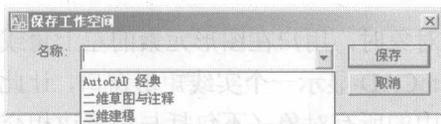

图 1-12 【保存工作空间】对话框
4. 打开【工作空间】工具栏中的下拉列表，选择【将当前工作空间另存为】选项，弹出【保存工作空间】对话框，如图 1-12 所示。该对话框的【名称】下拉列表中列出了已有的工作空间，选择其中之一或直接在列表中输入新的工作空间名称，然后单击 完成。